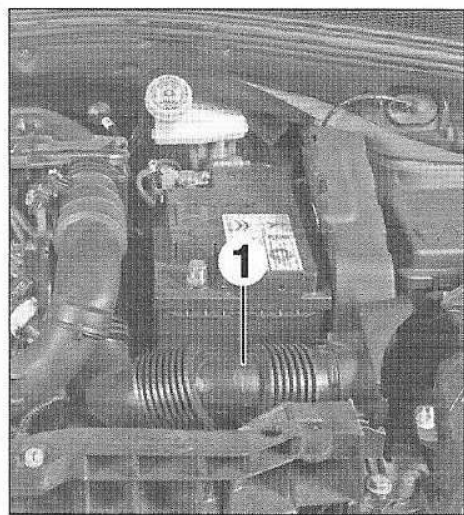

FIG.21
- le conduit d'air (1) (Fig.21),